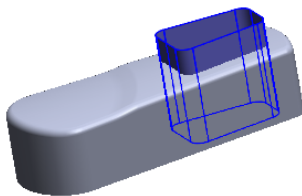
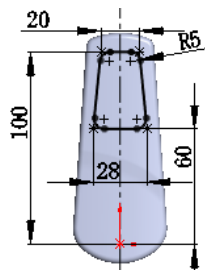

图 5.12.23 曲面-拉伸 3
图 5.12.24 横断面草图
Step20. 创建图 5.12.23 所示的零件特征——曲面-拉伸 3。选择下拉菜单  插入(I) → 曲面(S) →  拉伸曲面(E)... 命令, 系统弹出“拉伸”对话框; 选取基准面 1 为草图基准面; 绘制图 5.12.24 所示的横断面草图, 建立相应约束并修改尺寸, 然后选择下拉菜单  插入(I) →  退出草图 命令, 此时系统弹出“曲面-拉伸”对话框; 采用系统默认的拉伸方向; 在“曲面-拉伸”对话框 **方向 1** 区域的下拉列表中选择 **给定深度** 选项, 输入深度值 30.0; 在“曲面-拉伸”对话框 **方向 2** 区域的下拉列表中选择 **给定深度** 选项, 输入深度值 10.0; 单击对话框中的  按钮, 完成曲面-拉伸 3 的创建。